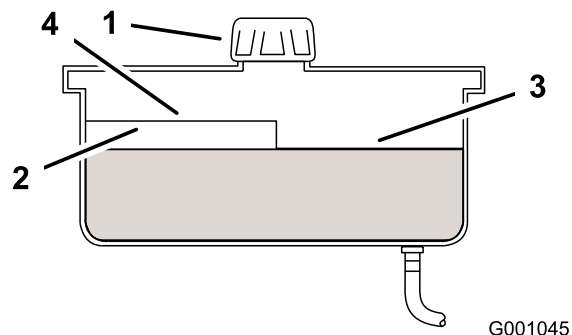

Figura 78
2. Limpie alrededor del cuello de llenado del depósito de aceite hidráulico (Figura 78).
3. Retire el tapón del cuello de llenado. Mire dentro para ver si hay aceite en el depósito (Figura 78).
Nota: El nivel de aceite debe llegar a la parte superior del nivel caliente del tabique cuando el aceite está caliente (Figura 78).